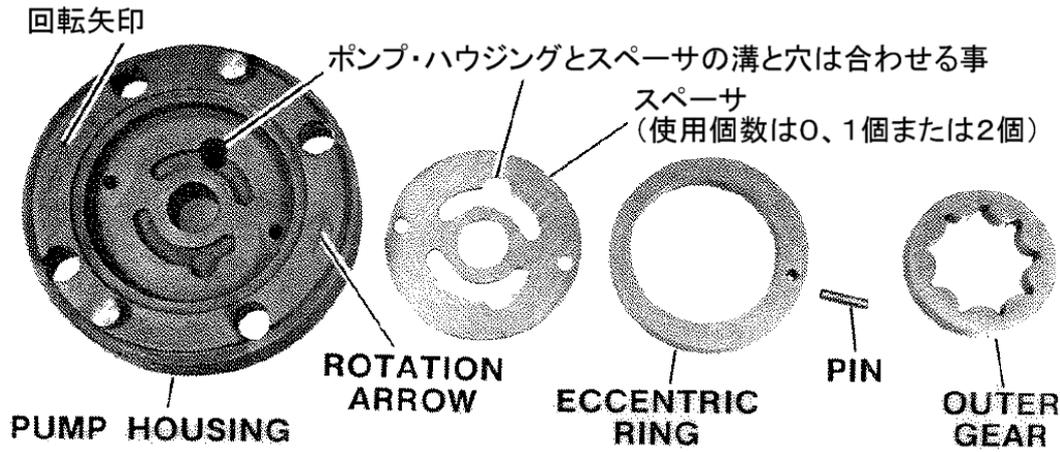
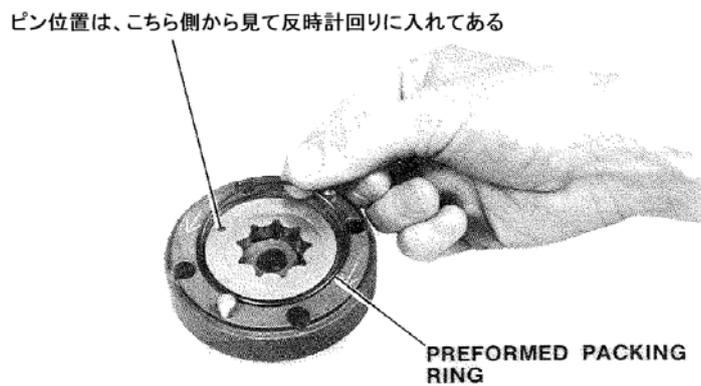
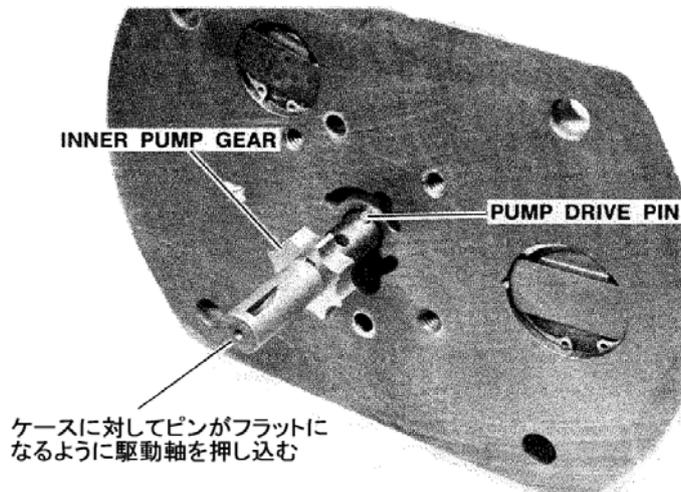

図 2-1; ポンプ・ハウジング部
図 2-2; ポンプ・ハウジング部
図 2-3; ポンプ駆動ピンの位置
1. 図 2-1、図 2-2 及び図 2-3 を参照の事。
アウタ・ポンプ・ギヤ及びインナ・ポンプ・ギヤを入れる目的で駆動軸を回さない事。もし回すと、ポンプ駆動ピンが落ちる可能性がある。ポンプ駆動ピンのスクウェア(四角)ヘッドは図 2-3 の様な状態でケース下部に位置する事。